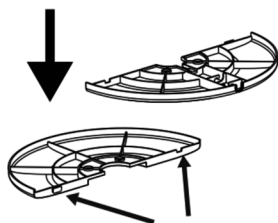

Fig.2
- Asegurarse que el agujero en la base coincide con la salida del cable (Fig. 2).